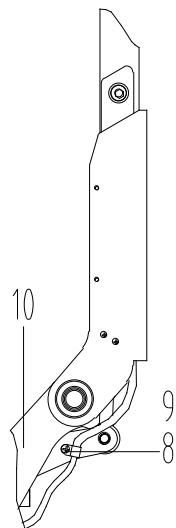

Figura 4
- Tal y como se muestra en la figura 4, fije bien con tornillos (8) el cuerpo de la transpaleta (5) a la base del manillar (10). A continuación, presione el manillar hacia abajo y suéltelo muy despacio. Realice algunas pruebas para asegurarse de que esté bien sujetado y que funcione correctamente.